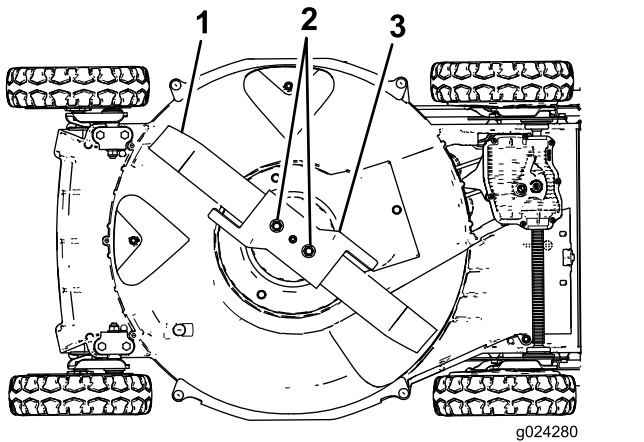

Bild 29
- Kippen Sie die Maschine auf die **rechte** Seite (Luftfilter nach oben), wie in Bild 29 abgebildet.